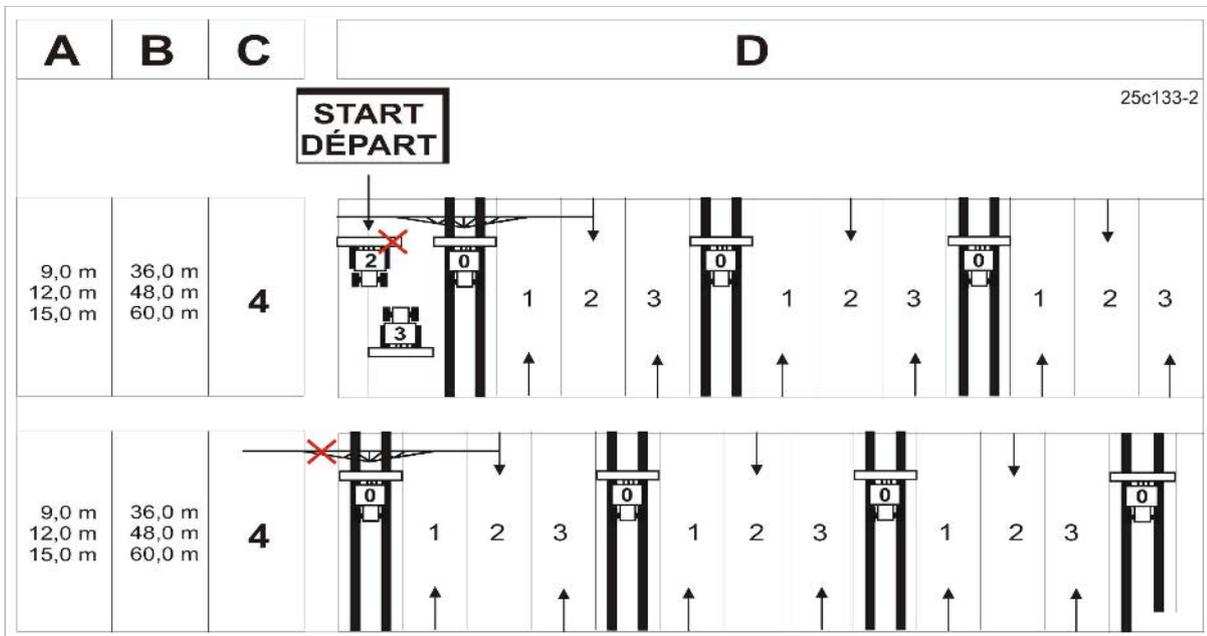

Fig. 57
Das Anlegen von Fahrgassen ist in Figur (Fig. 57) anhand einiger Beispiele dargestellt:
1. Aus der nebenstehenden Tabelle (Fig. 57) aufsuchen:
In Figur (Fig. 57) werden u.a. Beispiele zum Anlegen von Fahrgassen mit Fahrgassen-Rhythmus 4 gezeigt.